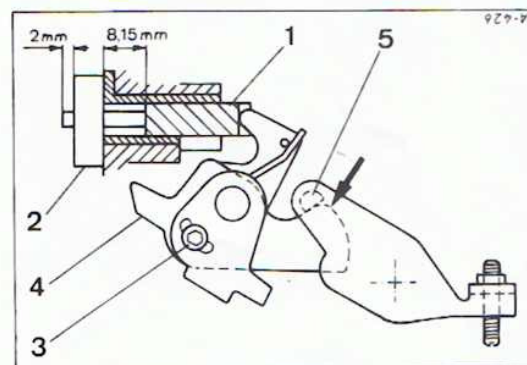

Bild 24
- Kühlmittelanschlußstutzen (Dehnstoffelement) abschrauben und statt dessen Prüfwerkzeug (2) mit Stiftlänge 8,15 mm aufschrauben. Dabei auf richtige Lage des Schiebers (1) achten.
- Schraube (3) leicht lösen.
- Warmlaufkurve (4) mit Schraubendreher leicht gegen den Stift (5) drücken, um dem Festziehmoment der Schraube (3) entgegenzuwirken.
- Schraube (3) festziehen.
- Kurvenbahn (Pfeil) Bild 24 mit Molykote einfetten.
- Drosselklappe etwas öffnen und langsam wieder schließen. Der Stift (5) muß dabei selbsttätig in seine Ausgangsstellung zurückgehen, siehe Bild 24.